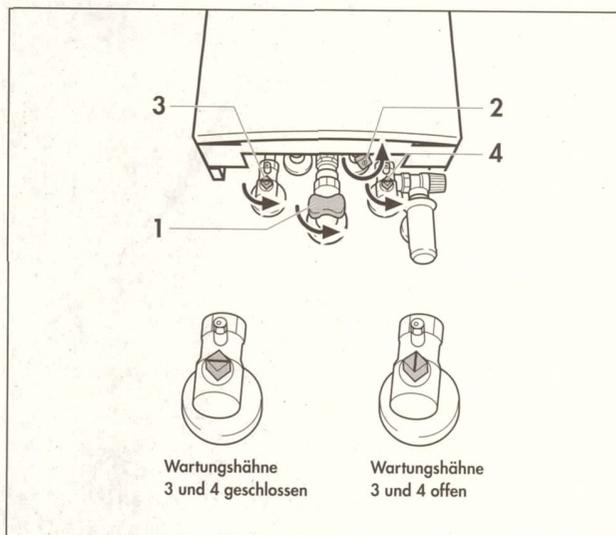

Abb. 3.4 Absperreinrichtungen öffnen (VC/VCW 126-356)
3.2.1 Absperreinrichtungen öffnen (Abb. 3.4 und 3.5)
- Öffnen Sie den Gasabsperrrhahn (1) durch Eindrücken und Drehen gegen den Uhrzeigersinn bis zum festen Anschlag.